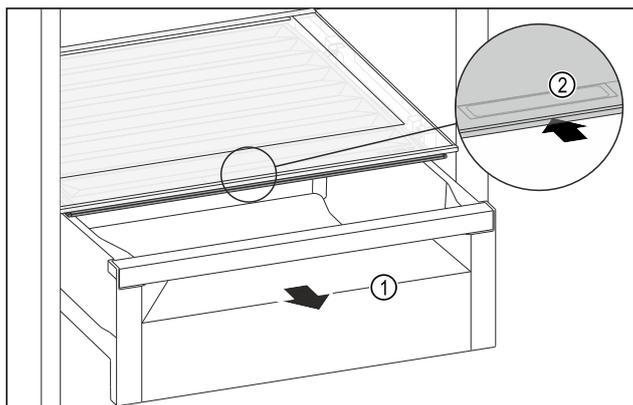

Fig. 117
- ▶ Extrageți sertarul Fig. 117 (1).
- ▶ Prindeți mânerul încadrat Fig. 117 (2) de la capacul compartimentului și glisați concomitent capacul compartimentului spre partea posterioară.